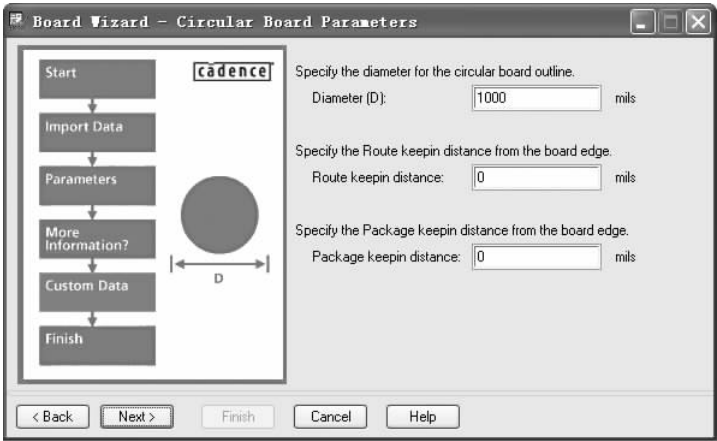

图 10-38 “Board Wizard - Circular Board Parameters（板向导模板）”对话框
13. 如果选择 “Circular board（圆形板框）” 选项，则进入图 10-38 所示的对话框。